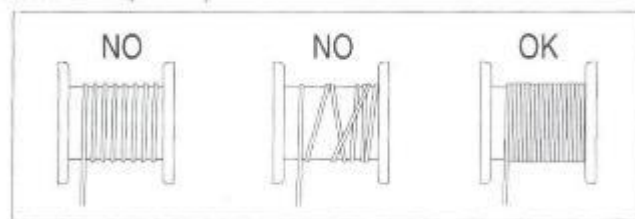

Рисунок 5. Намотка троса на катушку.
- Перед тем, как начать работу, проверьте правильно ли намотан трос на катушку (см. рисунок 5).